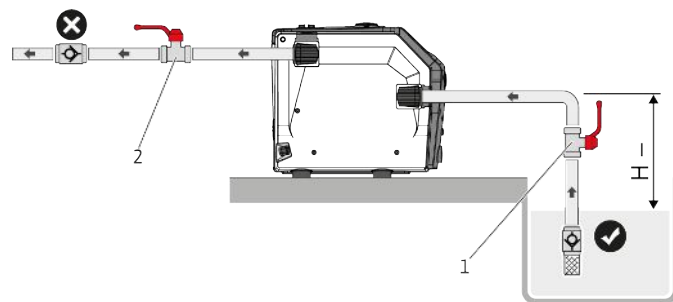
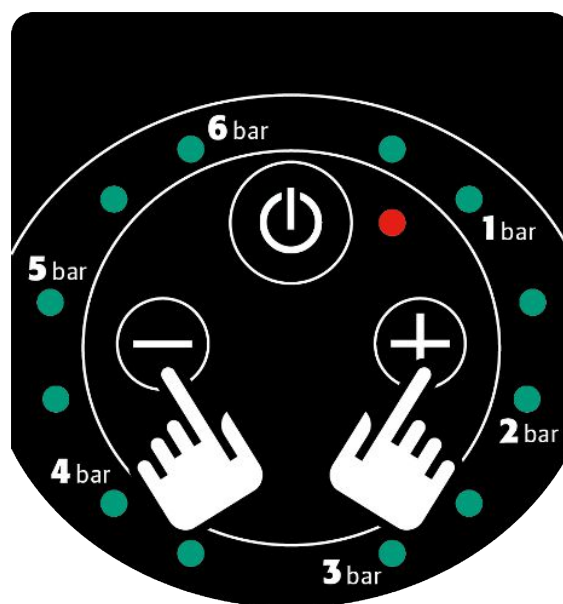

Fig. 8: Iesūkšanas režīms
Fig. 11: Vadības taustiņš + un -
1. Ja izstrādājums ir uzstādīts slodzes režīmā (Fig. 8), vienu reizi nospiediet iesl./izsl. pogu (Fig. 11).
2. Nospiediet vadības paneļa taustiņu „iesl./izsl.” (Fig. 11).